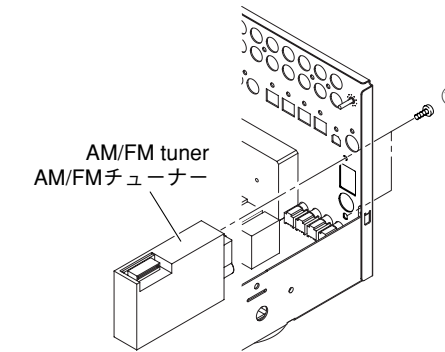

Fig. 7
- a. Remove 2 screws (17). (Fig. 7)
- b. Remove the AM/FM tuner. (Fig. 7)
- a. ⑰のネジ2本を外します。(Fig. 7)
- b. AM/FMチューナーを取り外します。(Fig. 7)